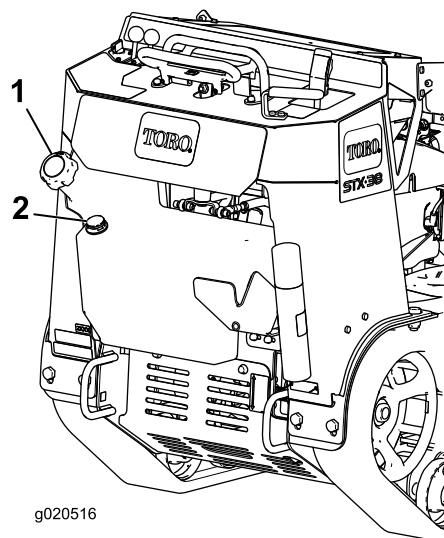

図 17
3. 燃料キャップの周囲をきれいに拭いてキャップを外す 図 17。